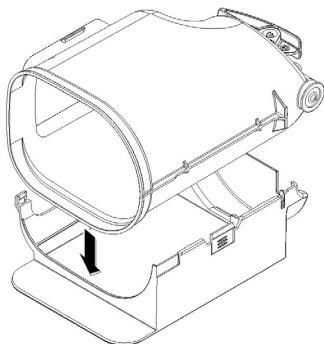

figura 11
**1** Adagiare la parte destra del recover su un piano. Posizionare il contenitore al suo interno.(vedere figura 11).